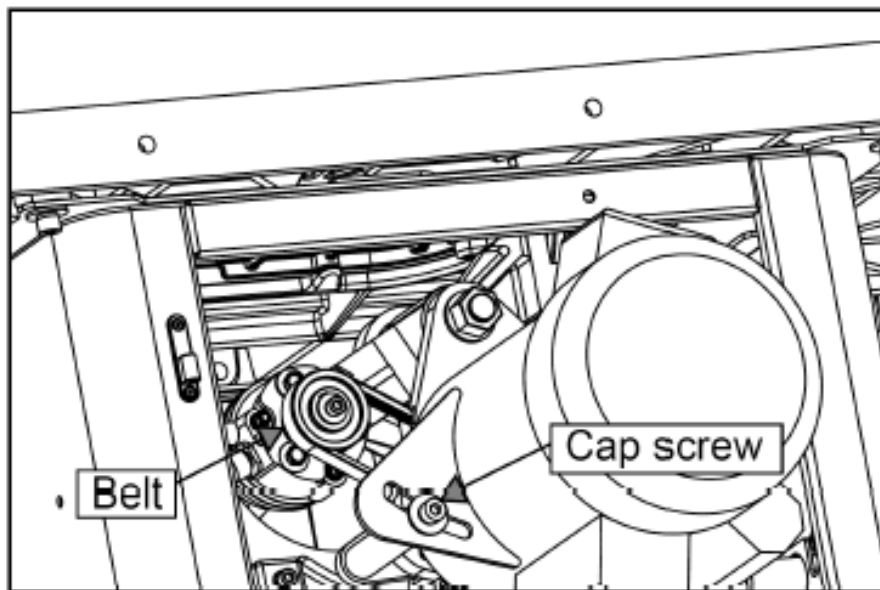

Рис.32
1. Полностью опустите пильный диск, затем откройте кожух двигателя (правая сторона), снимите ремонтную панель (левая сторона). См. Рис. 32.